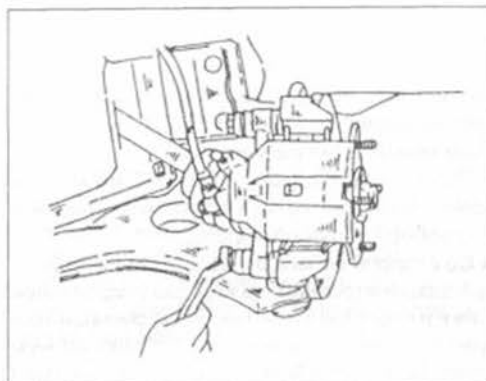
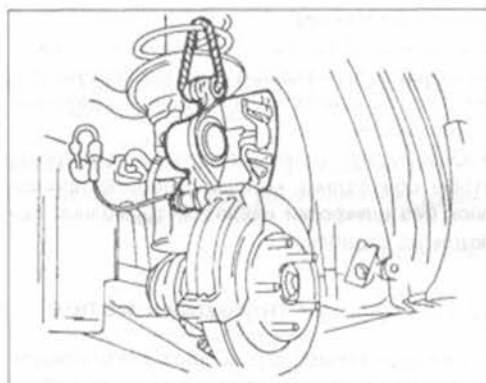

Рис.216.
Рис.217.
- Пользуясь рис.216, освободить оба указанных болта и снять седловину клапана. Седловину оставить на шланге, однако закрепить куском проволоки или веревки, как это показано на рис.217, с тем чтобы она не болталась.